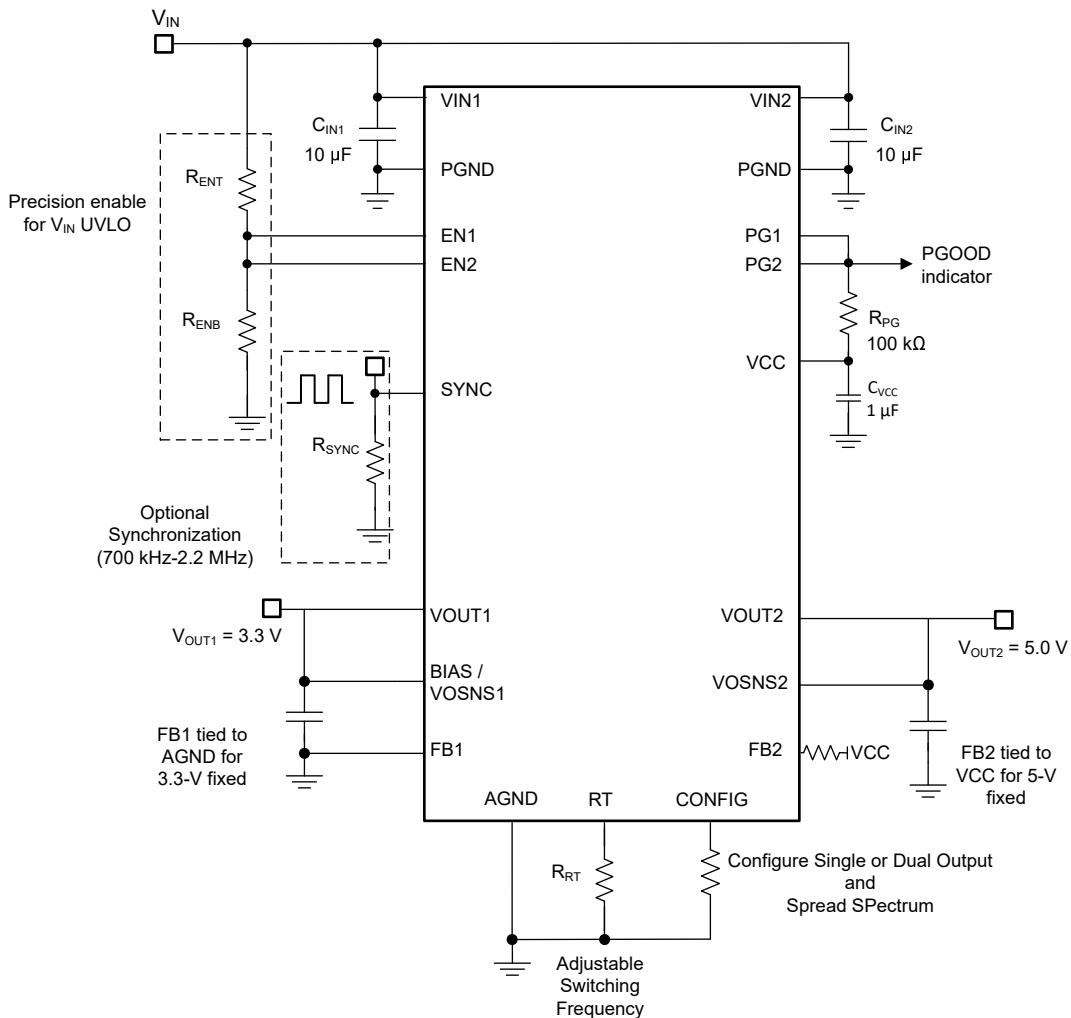

図 7-1. 入力電圧動作範囲が 3V～36V の場合の TPSM64406 の回路図
TPSM64406 モジュールは、3V～36V の定常状態入力電圧範囲に対応しており、標準的な 12V、24V、28V の入力電源レールからの降圧変換を目的としています。図 7-1 の回路図に、単一の入力電源を使用して TPSM64406 ベースの降圧レギュレータを実装するために必要なすべての部品を示します。
7.3.6 可変出力電圧 (FB)
TPSM64406 の可変出力電圧範囲は、0.8V から最大 16V まで、またはわずかに V_{IN} 未満、のどちらか小さい方になります。出力電圧を設定するには、図 7-1 の R_{FBT} および R_{FBB} として指定された 2 つの帰還抵抗が必要です。フィードバック (FB) ピンの基準電圧は 0.8V に設定され、±1% の接合部温度範囲にわたってフィードバック システムの精度が得られます。デバイスの接合部温度範囲は −40°C～125°C です。